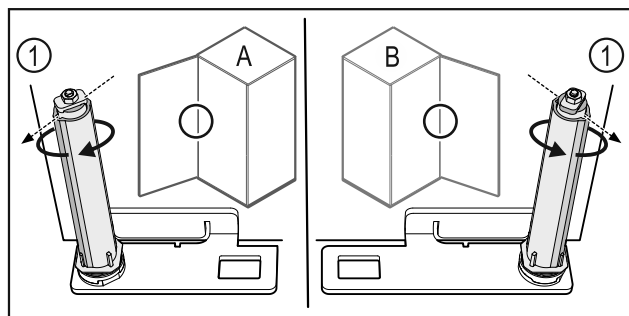

Fig. 56 Levý doraz (A) / pravý doraz (B)
- Otáčejte uzávěracím systémem proti odporu, dokud nebude lamela uzávěracího systému Fig. 56 (1) ukazovat směrem ven.